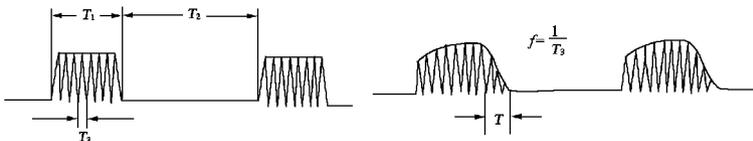

图 4
5.6.2.3 观察示波器输出波形,记录从输出信号开始畸变至消失为止的时间,即为过载恢复时间,如图 4 所示。